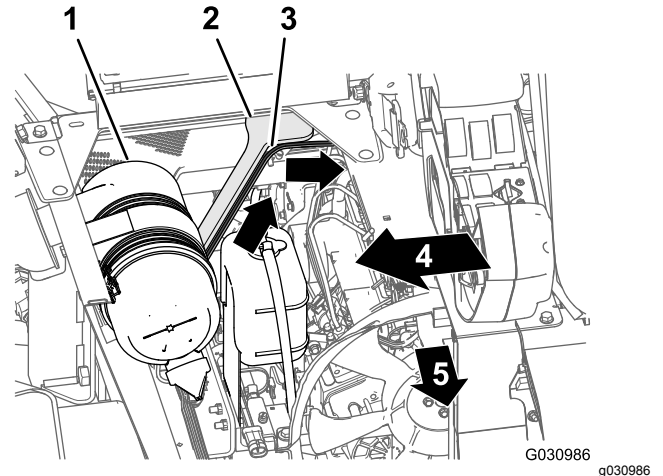

図 136
1. ワイヤハーネスの165cmの枝を、エンジンルームの上から内部へ入れ、エンジンシュラウドの右側サポートに沿って前方へ進め、エアフィルタとエンジンをつないでいるダクトまで導く **図 136**。